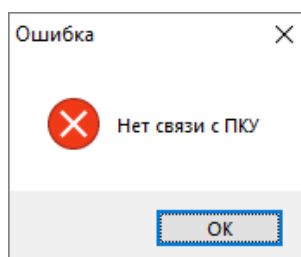

Рисунок 6-935 Ошибка при отсутствии связи с пультом "С2000М"
- если обнаружена ошибка, препятствующая импорту конфигурации, то откроется диалоговое окно с соответствующей информацией об ошибке (см. Рисунок 6-935). В этом случае прервите работу Мастера нажатием кнопки «Отмена», устраните указанную ошибку и повторите шаги импорта конфигурации из пульта «С2000/С2000М» заново (см. п. 6.4.1.1);